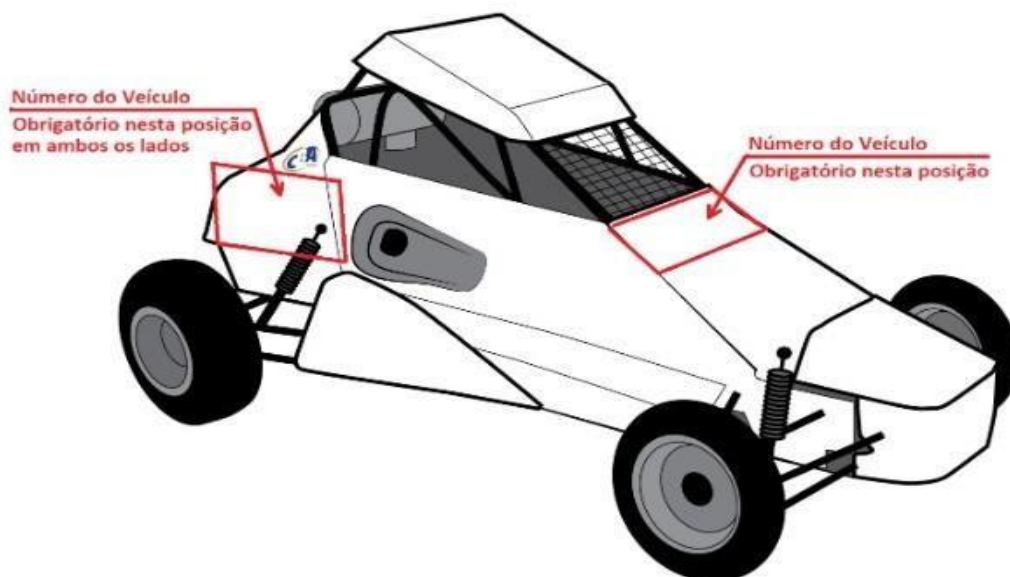

Figura 2 – localização obrigatória do número na lateral do veículo.
14.1 - É obrigatório o uso de números de identificação, nas laterais e na frente carenada, com dimensões de 200 mm de altura com 40 mm de traço, conforme posições indicadas na Figura 2 abaixo.